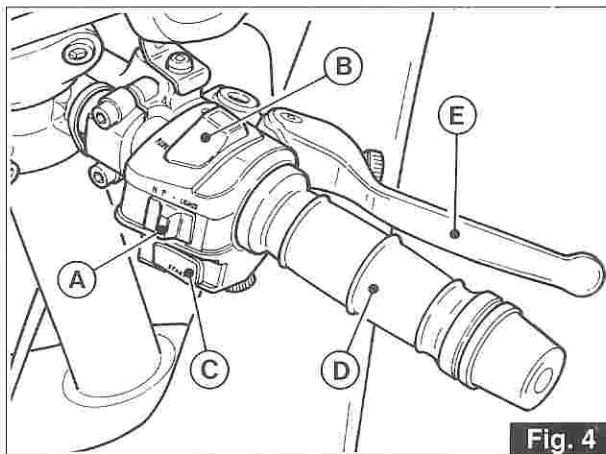

Fig. 4
Posizione «P» sterzo bloccato. Motore spento; con l'interruttore «A» di fig. 4 in posizione «P» si ha la luce di parcheggio. Chiave estraibile.
Position «P» steering locked. Engine off; with switch «A» of fig. 4 in position «P» the parking light is on. Key removable.
Interruttore «A» (fig. 4)
3.6 PULSANTE AVVIAMENTO ED INTERRUPTORE DI FERMO MOTORE (fig. 4)
Switch «A» (fig. 4)
3.6 STARTER BUTTON AND ENGINE STOP SWITCH (fig. 4)
3.7 MANOPOLA COMANDO GAS («D» di fig. 4)
(«E» di fig. 4)
3.7 THROTTLE TWIST GRIP («D» in fig. 4)
(«E» in fig. 4)